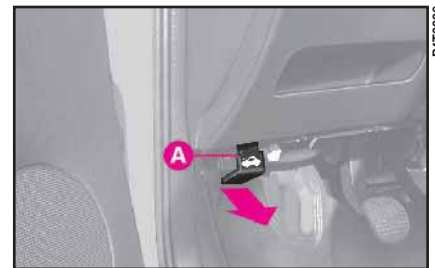

fig. 166
- 1) Tire de la palanca (de color rojo) **A** (fig. 166) en el sentido indicado por la flecha.